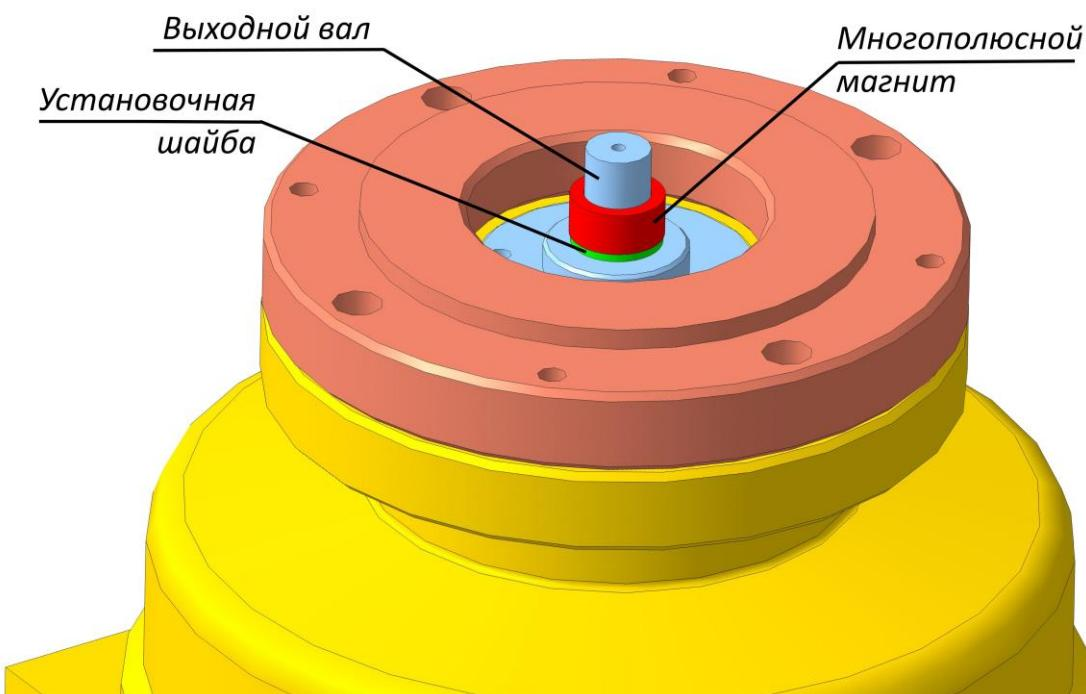

Рисунок 3 – Измеритель объема счетчика ДД-25/1,6.
7) Смонтировать на выходной вал измерителя объема установочную шайбу (входят в комплект поставки) см. рисунок 3.
8) Установить многополюсной магнит на вал (рисунок 3). Для фиксации магнита использовать клей «холодная сварка». После высыхания клея убедиться, что магнит жестко закреплен и не проворачивается на валу измерителя объема счетчика.